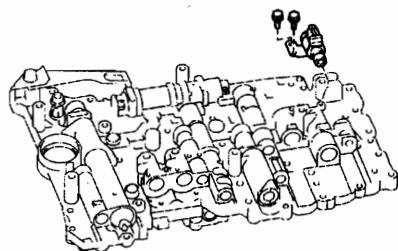

图 12-1-158
(2) 如图 12-1-158 所示, 拆下两个螺栓和换挡电磁阀 SR。